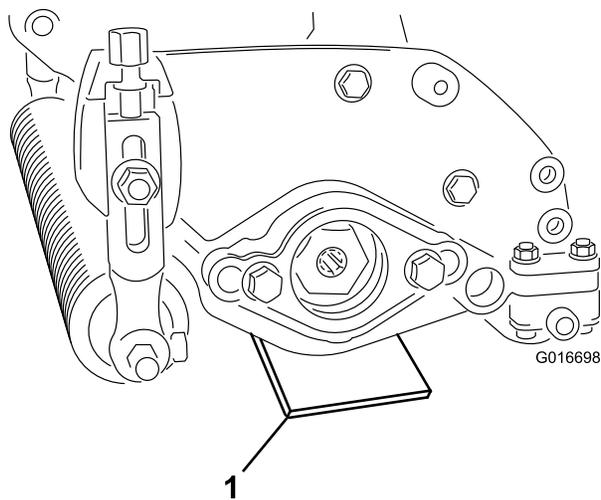

図 8
2. 希望する設定高さ地表面からの高さにゲージバーを設定し、このゲージバーをサッチングユニットの左右の端部に当てる 図 8。